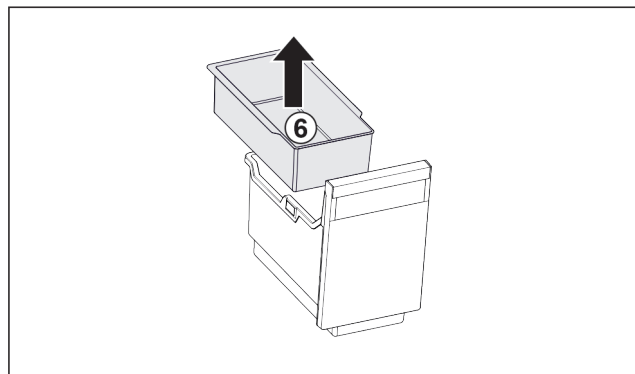

Fig. 95
- Vyjměte závěsnou misku Fig. 95 (6).